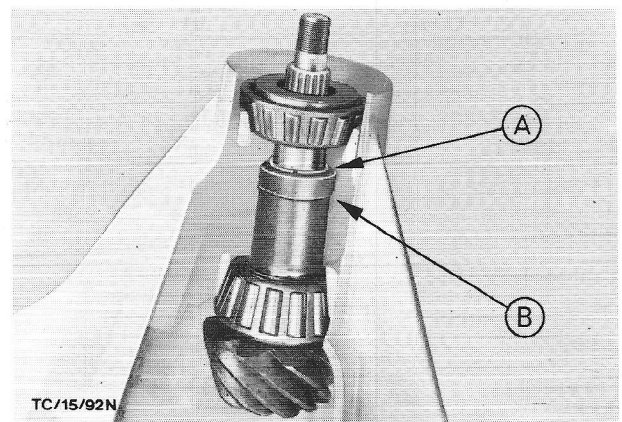

Fig.54 A - Soldeertin.
36. Schuif meetbus 15-025 op de prise-as. Draai wat soldeertin van  $\varnothing 2$  mm om de prise-as en schuif het tegen de meetbus (fig.54).